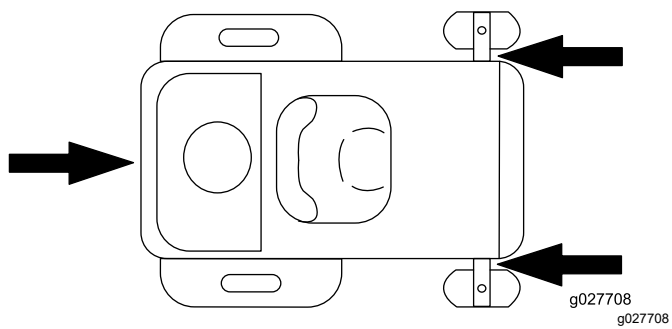

Bild 33
- Vergurten Sie die Maschine in der Nähe der vorderen Laufräder und dem hinteren Rahmen mit Riemen, Ketten, Kabeln oder Seilen (Bild 33). Ziehen Sie in Bezug auf Anforderungen für Befestigungen geltende Vorschriften zurate.